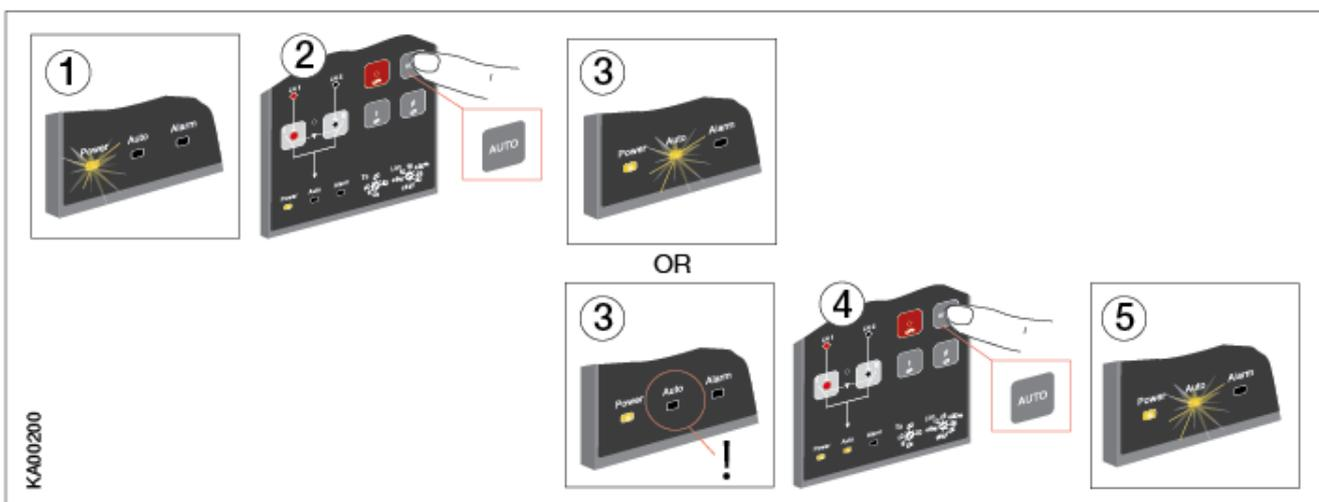

Рисунок 7.7 Перевод блока автоматического управления OMD_ в автоматический режим
- убедитесь, что светодиод питания горит, как показано на рис. 7.7①
- нажмите один раз кнопку «Auto»/②
- если светодиод «Auto» горит, то значит блок автоматического управления находится в автоматическом режиме/③
- если светодиод «Auto» не горит, то нажмите снова кнопку «Auto»/④, светодиод «Auto» загорится/⑤, а блок автоматического управления будет в автоматическом режиме